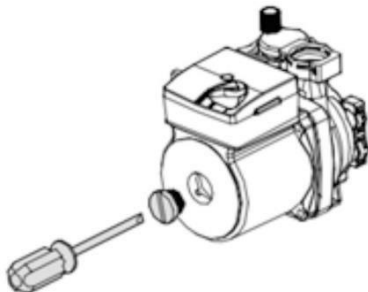

Figura 15. Verificarea pompei de circulație
- Deschideți conducta de retur și scoateți filtrul cu plasă de pe conducta de ramificare a cazanului (a se vedea figura 15);